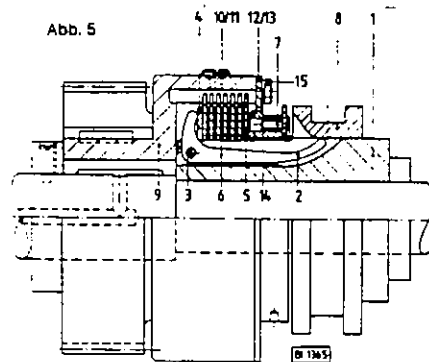

Abb. 5
2. Beschreibung (Abb. 5)
Zu Abbildung 5